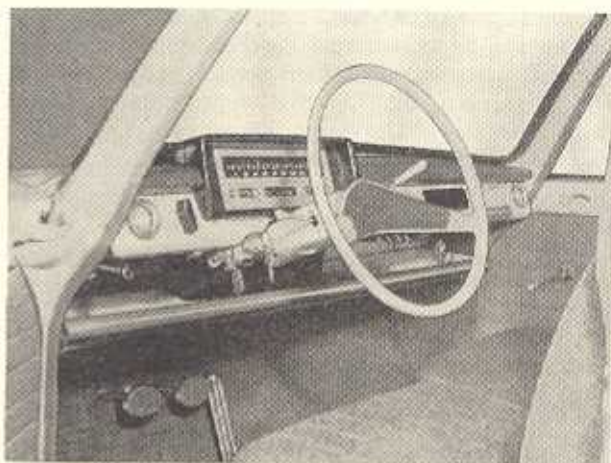

Bild K 48. Instrumententafel
6.10.1. Instrumententafel (Bild K 48)
Die Einbaugruppen für die Instrumententafel sind folgende (Bild K 48):